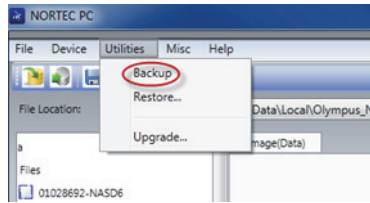

Abbildung 6-29 Befehl Backup
3. Wählen Sie im Menü **Utility** der NORTEC PC Software **Backup** aus (siehe Abbildung 6-29 auf Seite 354).